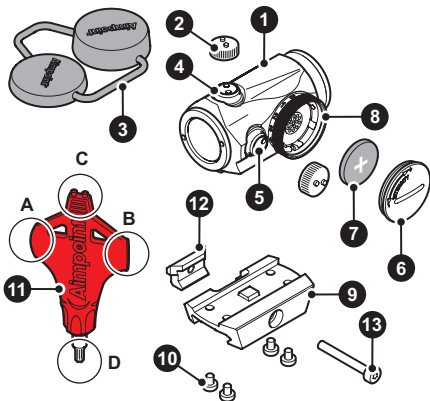

Fig. 1
- a Retire la tapa de la batería (6) utilizando la herramienta (11A).
- b Inserte la batería (7) con el polo positivo (+) en dirección a la tapa de la batería (6) como se observa en la Fig. 1.